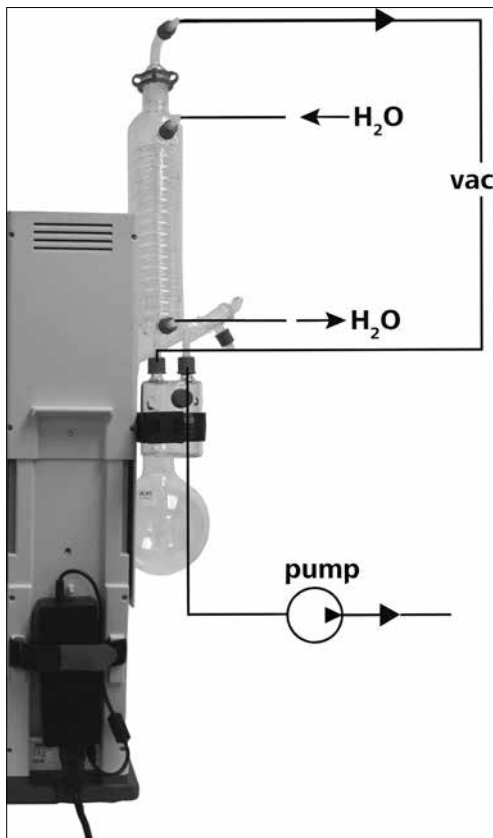

Fig. 20
- 按照逆流原理将水管 (H_2O) 连接于冷凝管。(Fig. 20)